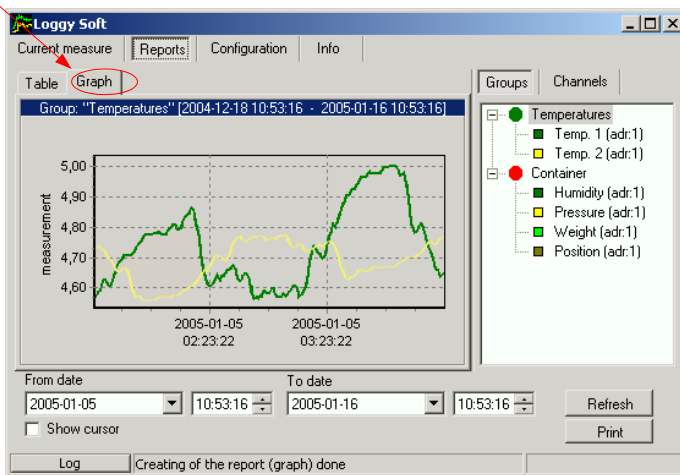

Рис. 3.6. Отчеты – закладка График.
Закладка **График** (рис. 3.6) предназначена для просмотра и распечатки данных измерений, зарегистрированных устройством **ZLS** (например: температура, влажность) в виде графика. Одновременно можно просматривать зарегистрированные данные измерений максимум 5 измерительных каналов.
Каждый канал отличается цветом кривой (рис. 3.6);
- кликните по соответствующему варианту: **Группы** или **Каналы** (рис. 3.6),